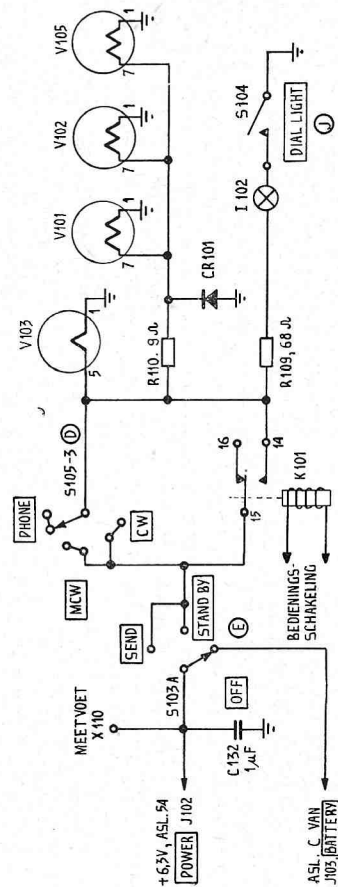

Fig. 41. Gloeidraadschakeling, zender
3.3.11 Gloeidraadschakeling (zie fig. 41)